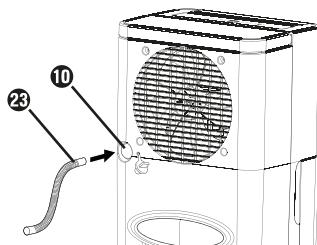

Fig. 4
- ◆ Togliere il tappo ⑨ dall'apertura di uscita dell'acqua ⑩.
- ◆ Applicare il tubo flessibile ②₃ fornito o l'adattatore UE per tubi da giardino ②₄ all'apertura di uscita dell'acqua ⑩ (vedere figure 4 e 5).